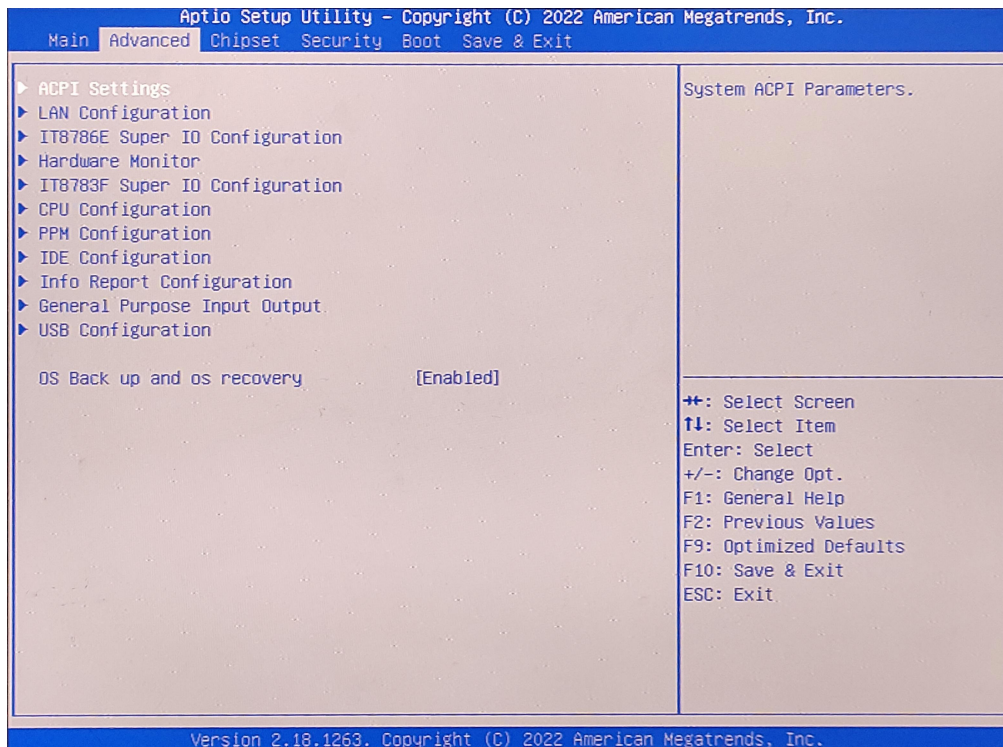

图 1 备份操作界面
(1) 检查工作：① 由于备份及还原操作过程中机器均不能外接存储设备，在操作之前务必先检查确认 USB 接口未连接外部存储设备，如 U 盘等，否则备份还原会出现错误；② 保证硬盘内存容量大小不小于 64G；
(2) 按电源键开机或上电开机后，连续点击键盘上的 delete 键进入 BIOS，切换到备份操作界面（如图 1 所示）打开备份还原设置 OS Back up and os recovery，更改状态为 Enable；然后按 F10 保存。